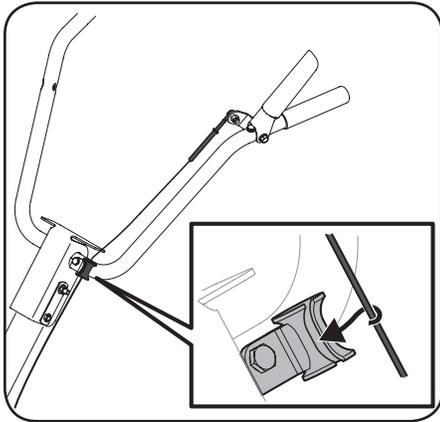

Figure 3-7
- Ensuite, faites passer le câble d'embrayage dans le guide situé à la base de la poignée. (Figure 3-7)